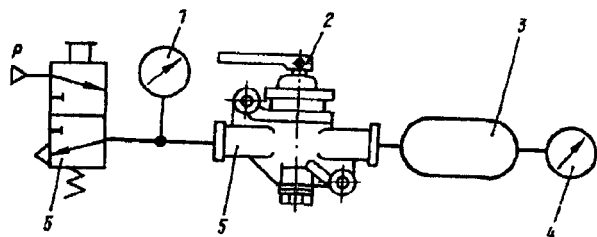

Рис. 326. Схема подключения разобшительного крана:
1. Подключите кран по схеме, изображенной на рис. 326.